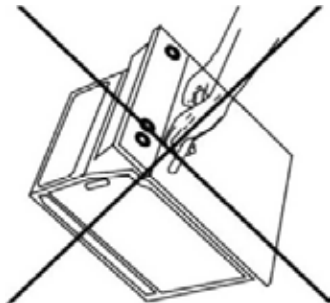

Rys. 15
- ❖ Procedura wymiany żarówki opisana jest poniżej (**patrz: rys. 15**).
1. Wykręć szklaną osłonę żarówki (A), obracając ją w kierunku przeciwnym do kierunku ruchu wskazówek zegara.